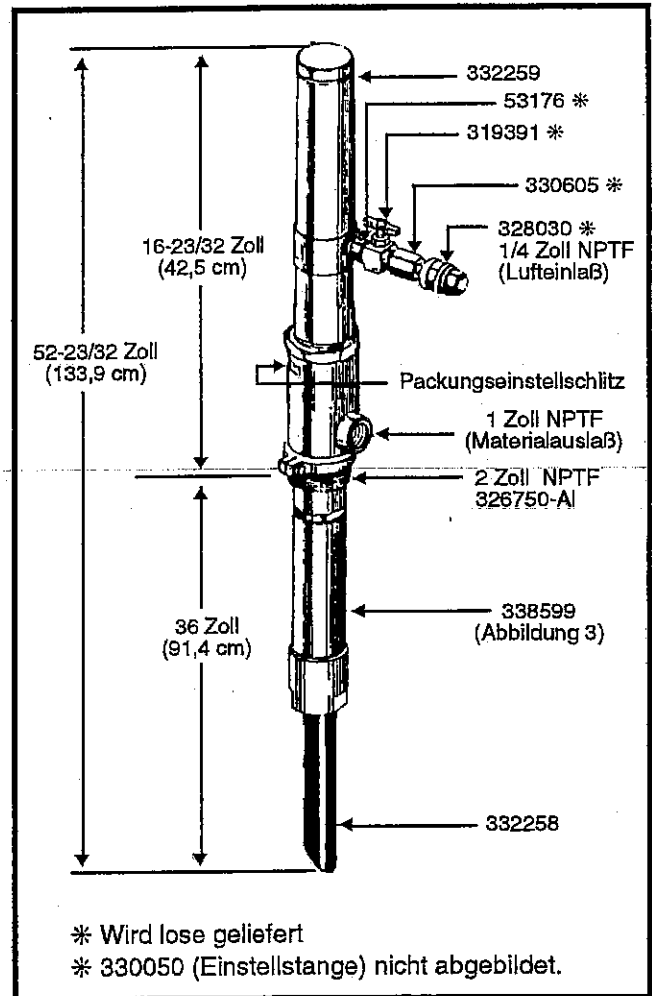

Abbildung 1: Überleitungspumpe, Modell 7216-S3
Beziehen Sie sich auf Abbildung 1.
A. Gehen Sie wie folgt vor, wenn die Einheit gewartet werden muß: (Abbildung 1)
1. Den Spundadapter 326750-A1 (Abbildung 1) entfernen, falls er nicht bereits entfernt ist.